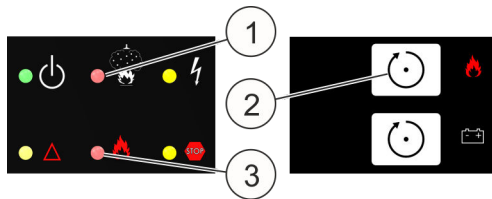

Abb. 36: LEDs und [Reset]-Taste
- „Brandalarm Melder 1“, „Voralarm“, LED "Löschanlage angesteuert" blitzt (Abb. 36/1)
- „Feuer“, LED "Löschanlage ausgelöst" (Abb. 36/3)
- Zurücksetzen des Alarms mit der oberen [Reset]-Taste (Abb. 36/2) nach frühestens 2 Minuten, damit das Prüfgas komplett aus der Messkammer entweichen kann. Die roten LEDs erlöschen und die Alarmmeldungen im Display werden gelöscht.